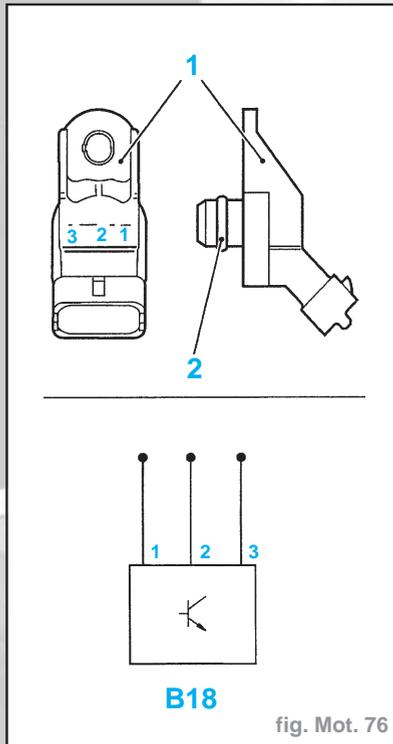

fig. Mot. 76
- Une sonde piézo-électrique réagit aux plus faibles variations de pression donnant naissance à des impulsions de tension, dont le calculateur moteur assure le traitement (fig. Mot. 76).
- tension nominale (V) 4,8 à 5,2